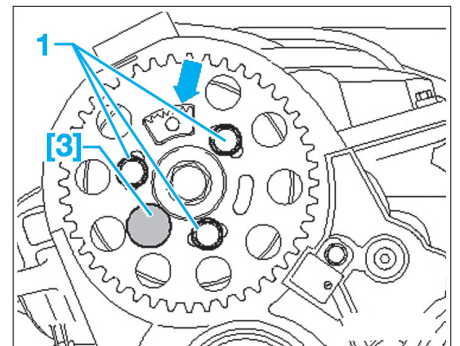

Fig. 34
- [3]. Pige de blocage pompe tandem (ref. 3359) (Fig.34).
Le segment denté du pignon d'arbre à cames doit être en haut comme illustré par une flèche (Fig.34).
- Mettre en place les vis de fixation (1) à la main en ne laissant aucun jeu par rapport au pignon d'arbre à cames.
- Bloquer le moyeu à l'aide d'une pige de blocage [3] (Fig.34).